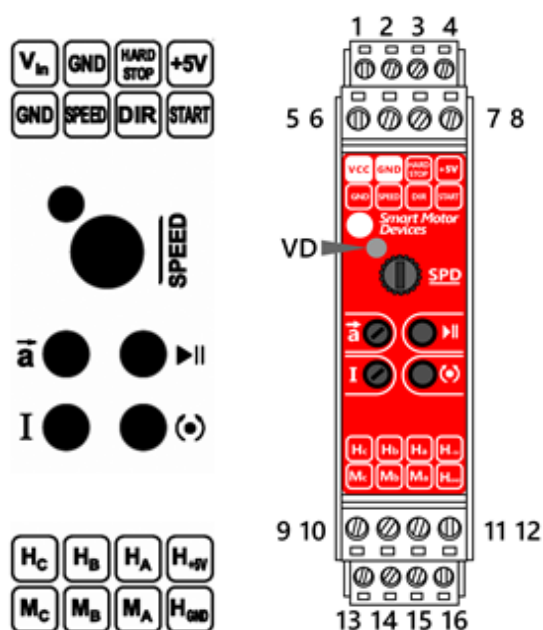

Fig.2. Disposizione e assegnazione dei terminali e degli elementi di controllo
Lo schema di collegamento è mostrato in Fig. 2
La posizione dei terminali e degli elementi di controllo è mostrata in Fig. 2.
1. Collegare un motore al controllore secondo Fig. 2 e 3. Le fasi del motore devono essere collegate ai terminali 13 - 15. I segnali del sensore Hall devono essere collegati ai terminali 9 - 11. La massa dei sensori HALL deve essere collegata al terminale 16, l'alimentazione dei segnali dei sensori HALL deve essere collegata al terminale 12.